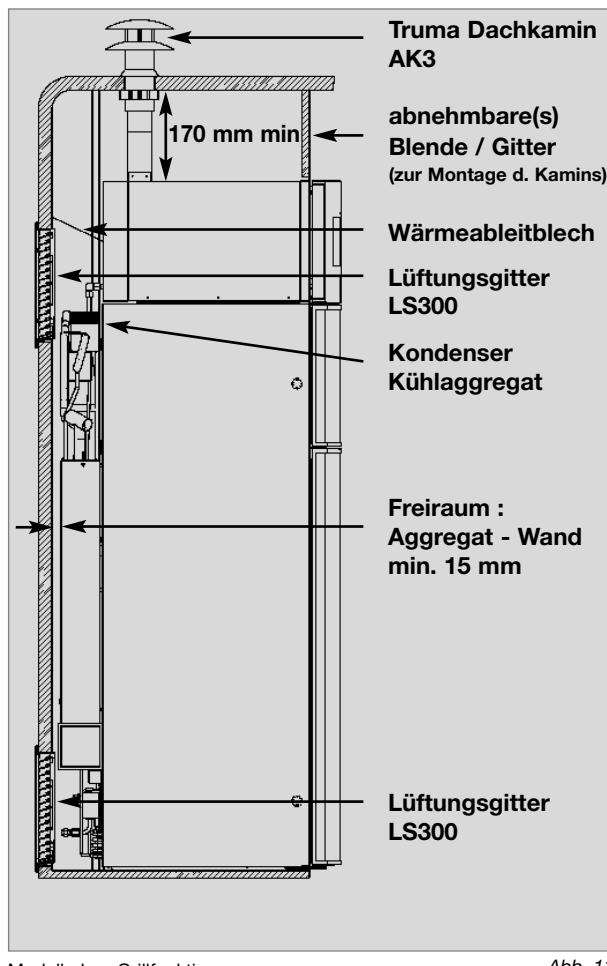
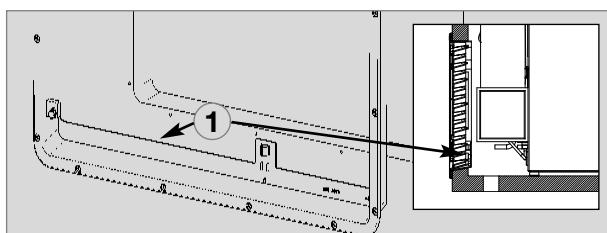

Abb. 11
Abb. 16
Die Belüftung des Aggregates erfolgt durch zwei Öffnungen (Belüftungsgitter) in der Wohnwagenwand. Frischluft tritt unten ein und strömt erwärmt durch das obere Belüftungsgitter ab (Kamineffekt). **Das obere Belüftungsgitter sollte so hoch wie möglich über dem Kühlaggregat angebracht werden (Abb. 11) . Das untere Belüftungsgitter muss bündig mit dem Nischenboden angeordnet sein (Abb. 16)**, damit unverbranntes Gas (schwerer als Luft) auf direktem Weg ins Freie gelangt. **Der Gasbrenner muss sich oberhalb der Kante (1) befinden.**
Zum Einbau der Belüftungsgitter werden zwei rechteckige Ausschnitte in der Größe von **a = 249 mm x b = 490 mm** in der Fahrzeugaßenwand angebracht (Lage der Ausschnitte siehe Abb. 11, 12).